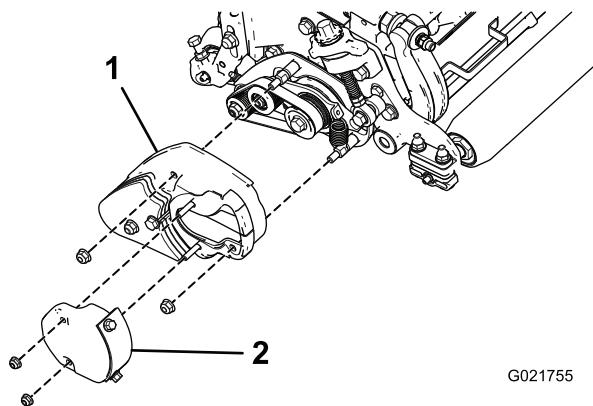

Figura 15
31. Rimuovete il pannello di accesso dal gruppo carter del groomer (Figura 15).
32. Montate il coperchio del groomer e fissatelo con le 2 dadi flangiati (5/16 poll.); fate riferimento a (Figura 15).
33. Montate il portello di accesso sul cavo del grommer con i dispositivi di fermo tolti in precedenza (Figura 15).